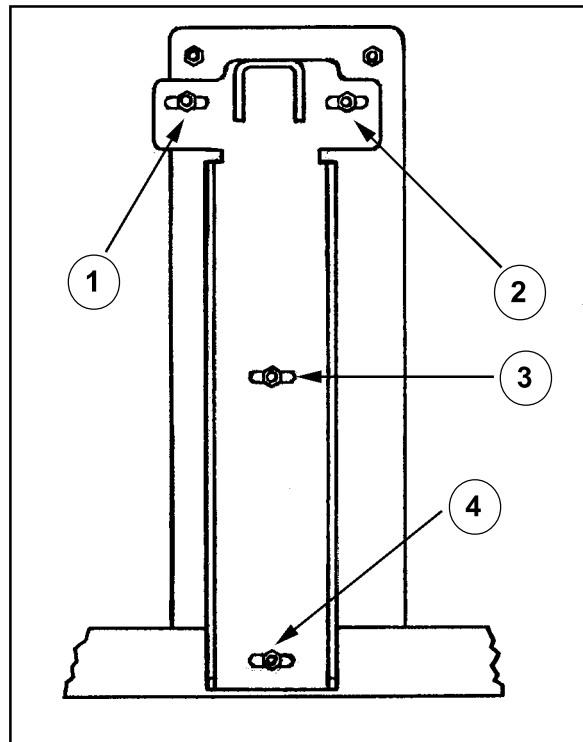

Figure 39
6. Die vier Befestigungsschrauben auf der Halterung des Bürstenkopfs sind jetzt zugänglich (Siehe Abb. 39). Die beiden oberen Muttern sind über den oberen Teil des Frischwassertanks erreichbar. Die beiden unteren durch die Vorderseite. Lösen Sie die vier Muttern 2 bis 3 Umdrehungen gegen den Uhrzeigersinn. MERKE: Entfernen Sie die Muttern nicht.